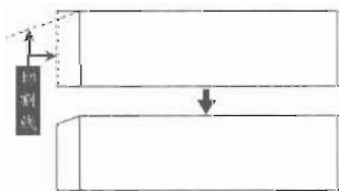

图 4-116
(6) 单击“修改”工具栏中的“修剪”按钮，对图形做修剪处理，如图 4-116 所示，命令执行过程如下。